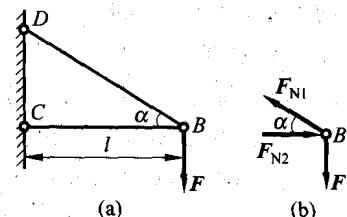

图 1.3
**例 1.3** 在图 1.3(a)所示结构中, 杆 BC 和杆 BD 的材料相同, 且受拉和受压时的许用应力相等, 已知载荷  $F$ , 杆 BC 长  $l$ , 许用应力为  $[\sigma]$ 。试求使该结构的用料最省时的  $\alpha$  角。
解：研究点B(图1.3(b)),设两杆轴力为 $F_{N1}$ 和 $F_{N2}$ 。